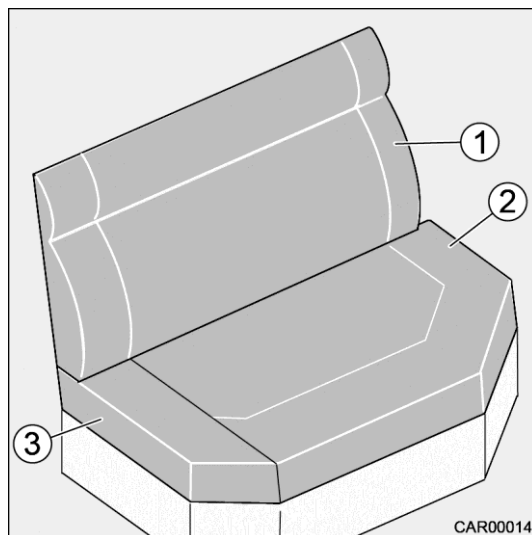

Fig. 21 Transformation de la banquette latérale
1. Enlever le coussin dossier (Fig. 21/1) et le coussin d'assise (Fig. 21/2).
2. Enlever le coussin amovible (Fig. 21/3) du coussin d'assise (Fig. 21/2) et le ranger.